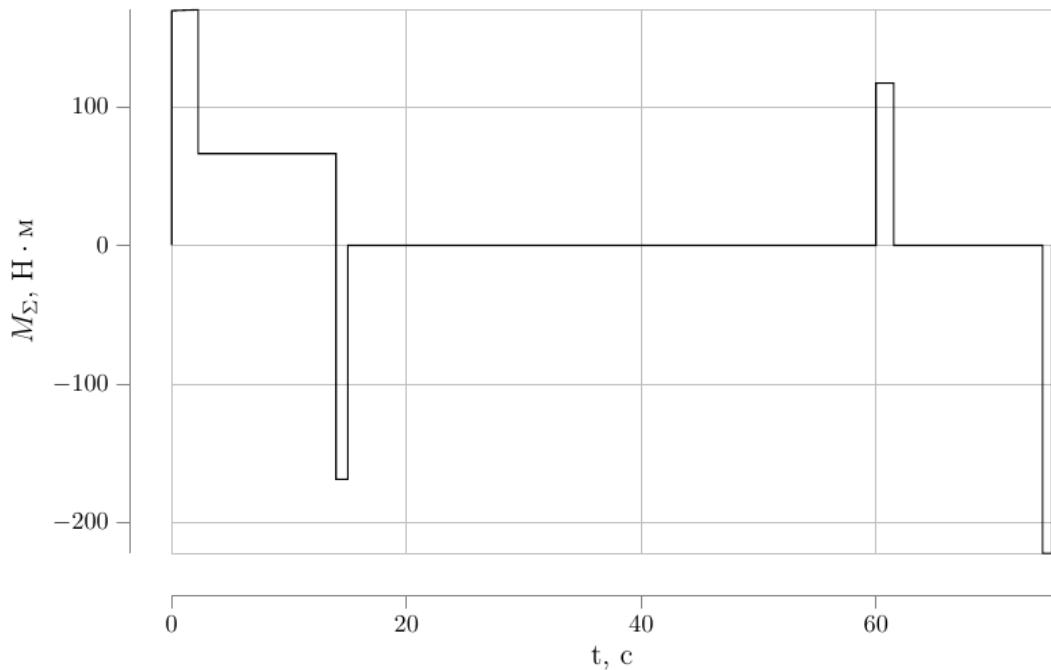

Рисунок 8.4 - Приклад діаграми сумарного моменту.
4. Сумарний момент $M_\Sigma(t)$ — комбінація двох попередніх кривих, що змінюється за фазами руху (рис.8.4).